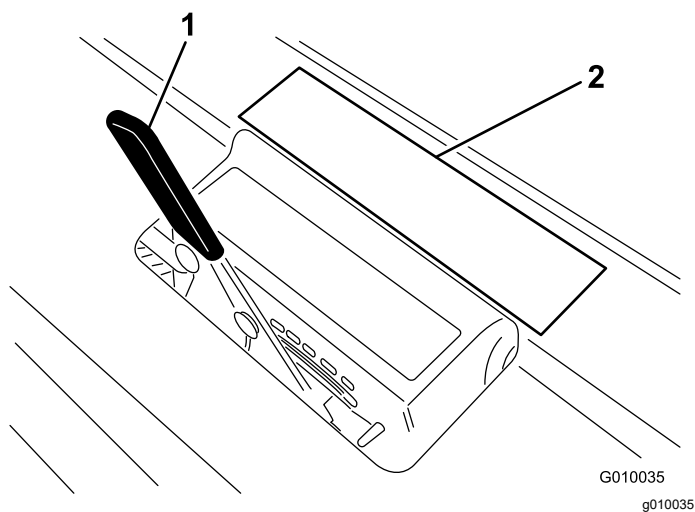

Рисунок 16
3. Уложите зуб на наклейку со шкалой глубины проколов (Рисунок 16) так, чтобы один конец зуба был совмещен с требуемой глубиной аэрации (см. «Наложение зуба на наклейку со шкалой»).